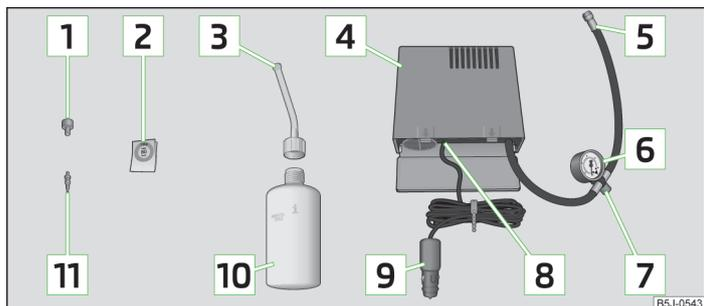

Fig. 148 Componentes del kit de averías
- Pegar la etiqueta adhesiva **2** » fig. 148 de la página 196 sobre el tablero de instrumentos en el campo visual del conductor.
- Agitar la botella de inflado de neumáticos **10** » fig. 148 de la página 196 fuertemente varias veces.
- Enroscar el tubo flexible [5] » fig. 148 de la página 196 del compresor de aire fijamente en la válvula del neumático.